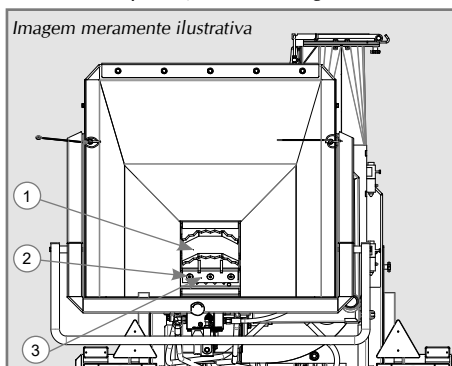

Figura 15
- Posicione o rolo alimentador (1), de forma que consiga ter acesso pelo funil de entrada, em seguida desligue a máquina. Solte os 3 parafusos (2) que fixam a faca
(3) no rolo superior e realize a troca ou afiação, em seguida remonte a faca e aperte bem os parafusos cuidando com o fio de corte da faca, ao concluir, proceda da mesma forma com as demais facas do rolo superior, conforme Figura 15.